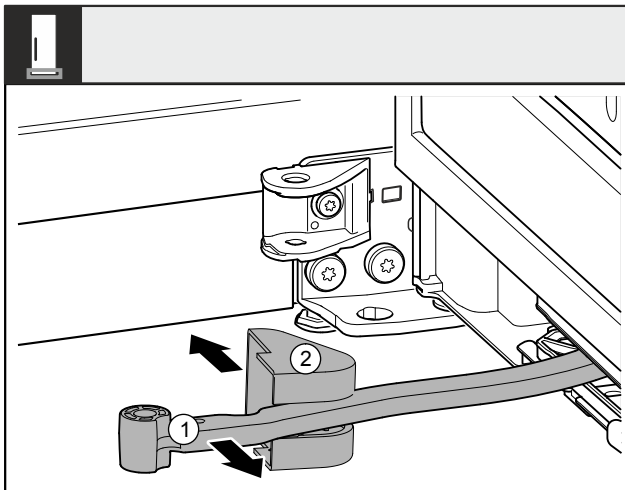

Fig. 10
- Ktheni menteshën Fig. 10 (1) në drejtimin e derës.
- Largoni kapakun mbulues të bazamentit mbështetës Fig. 10 (2).